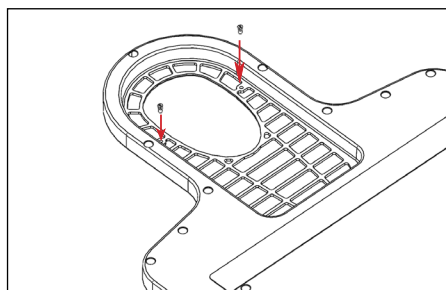

Fig. 2
2. Fra bunnen av Portrait-innsatsen skrur pinnene med klokken med en flat skrutrekker (Fig. 2).